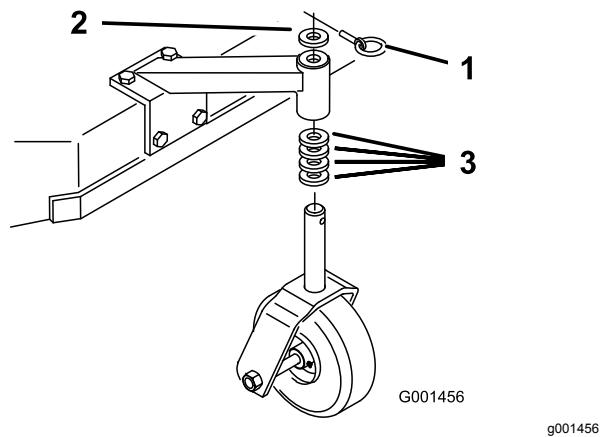

Figure 17
1. Ajustez les entretoises des roues pivotantes en fonction du trou de réglage de l'essieu sélectionné (Figure 17) ; voir Tableau des hauteurs de coupe \(page 22\).
2. Retirez la goupille de verrouillage, sortez la roue pivotante de son support et changez les entretoises (Figure 17).
3. Mettez la roue pivotante en place dans le support et insérez la goupille de verrouillage (Figure 17).